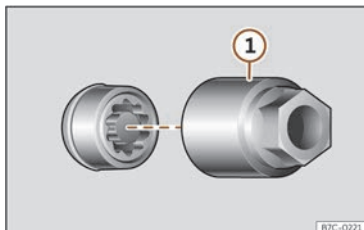

Fig. 227 Caragol antirobatori de la roda amb caputxó i adaptador.
- Encaixeu l'adaptador especial >>> **fig. 227 ①** (eina de bord >>> pàg. 331) en el caragol antirobatori de la roda fins al límit.